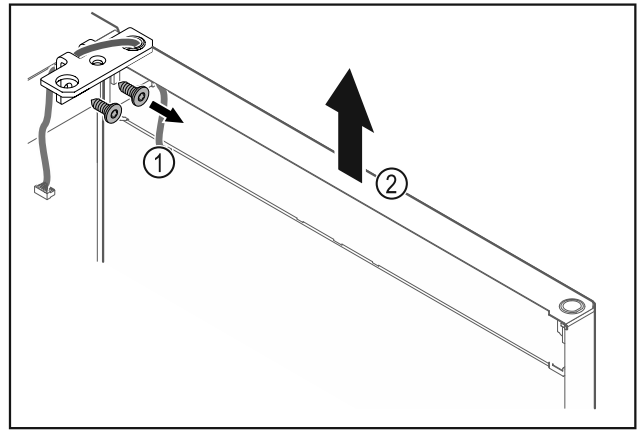

Fig. 20
- ▶ Atsukite šarnyrinį kamputį Fig. 20 (1).
- ▶ Duris, įsk. šarnyrinį kamputį Fig. 20 (2), pakelkite maždaug 200 mm tiesiai į viršų ir nuimkite.